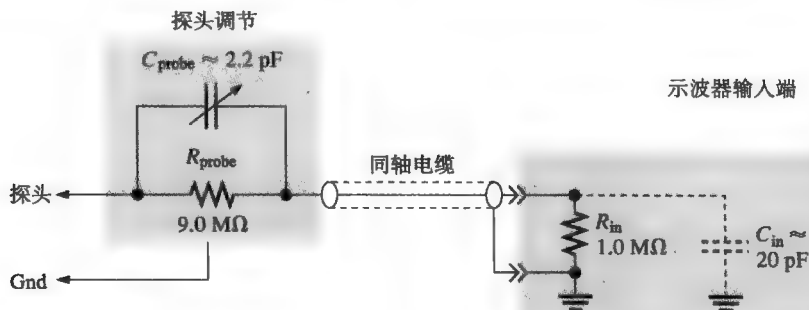

图 10-35 无源示波器探头
由于输入放大器、电缆和杂散电容的影响, 典型的示波器输入端具有约 20pF 的内部电容。在图 10-35 所示的电路中集中归入 C_{in} , 虚线用于提醒这不是物理连接的电容但具有电容的属性。示波器的输入放大器还存在大约 $1.0M\Omega$ 的内电阻, 记为 R_{in} , 完整的电路通常有一个探头本身的串联电阻 R_{probe} 和小的可调电容 C_{probe} , 用于调节优化探头/示波器响应。
3. 图 10-35 中，如果 $C_{in} = 15\text{pF}$ ，试问 C_{probe} 应调节为什么值？